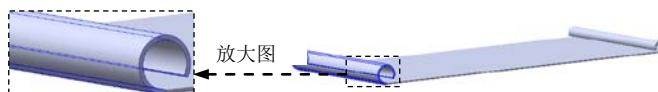
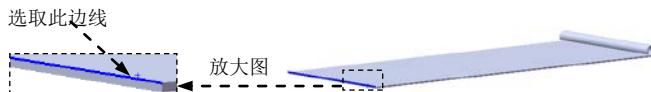

图 14.3.15 褶边 2
图 14.3.16 定义特征的边线
Step4. 创建图 14.3.15 所示的钣金基础特征——褶边 2。
(1) 选择命令。选择下拉菜单 **插入(I)** → **钣金(B)** →  **褶边(H)…** 命令。系统弹出“褶边”对话框。
(2) 定义特征的边线。选取图 14.3.16 所示的模型边为生成褶边的边线。选取“折弯在外”选项 。
(3) 定义褶边类型和大小。在 **类型和大小(I)** 区域中选择“滚轧”选项 ，在 **R** 文本框中输入角度值 300.0，在 **文本框** 中输入半径值 0.8。
(4) 单击  按钮，完成褶边 2 的创建。